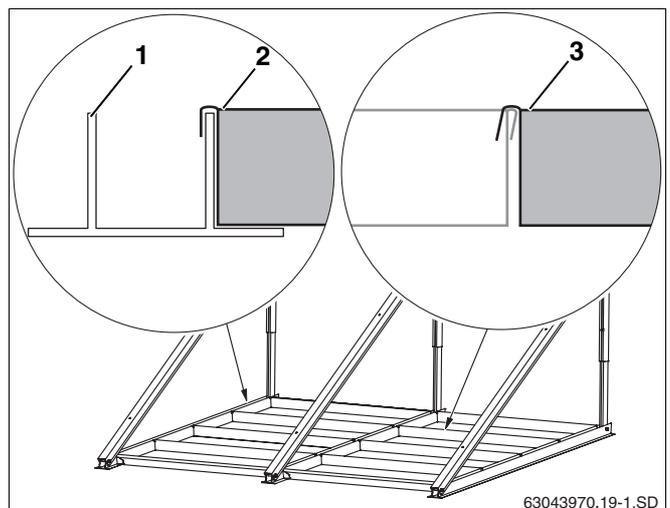

Fig. 27 4 bacs de charge par capteur
- Poser les vannes de charge (fig. 27, **pos. 2**) dans les profilés inférieurs (fig. 27, **pos. 1**) et les uns dans les autres (fig. 27, **pos. 3**).